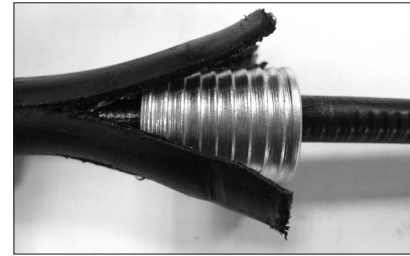

Рисунок 4.7 – Установка конуса на ОК со сталеполиэтиленовой оболочкой
**4.3.1** Надвинуть конус на внутреннюю оболочку ОК до упора в лепестки стальной гофрированной ленты (сталеполиэтиленовой оболочки) (рис. 4.7).